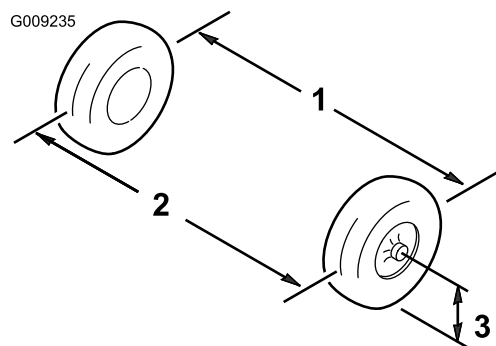

Figura 55
- Măsurai distanța ambelor anvelope frontale la înălțimea osiei, atât în partea din față, cât și cea din spate a anvelopelor frontale (Figura 55).